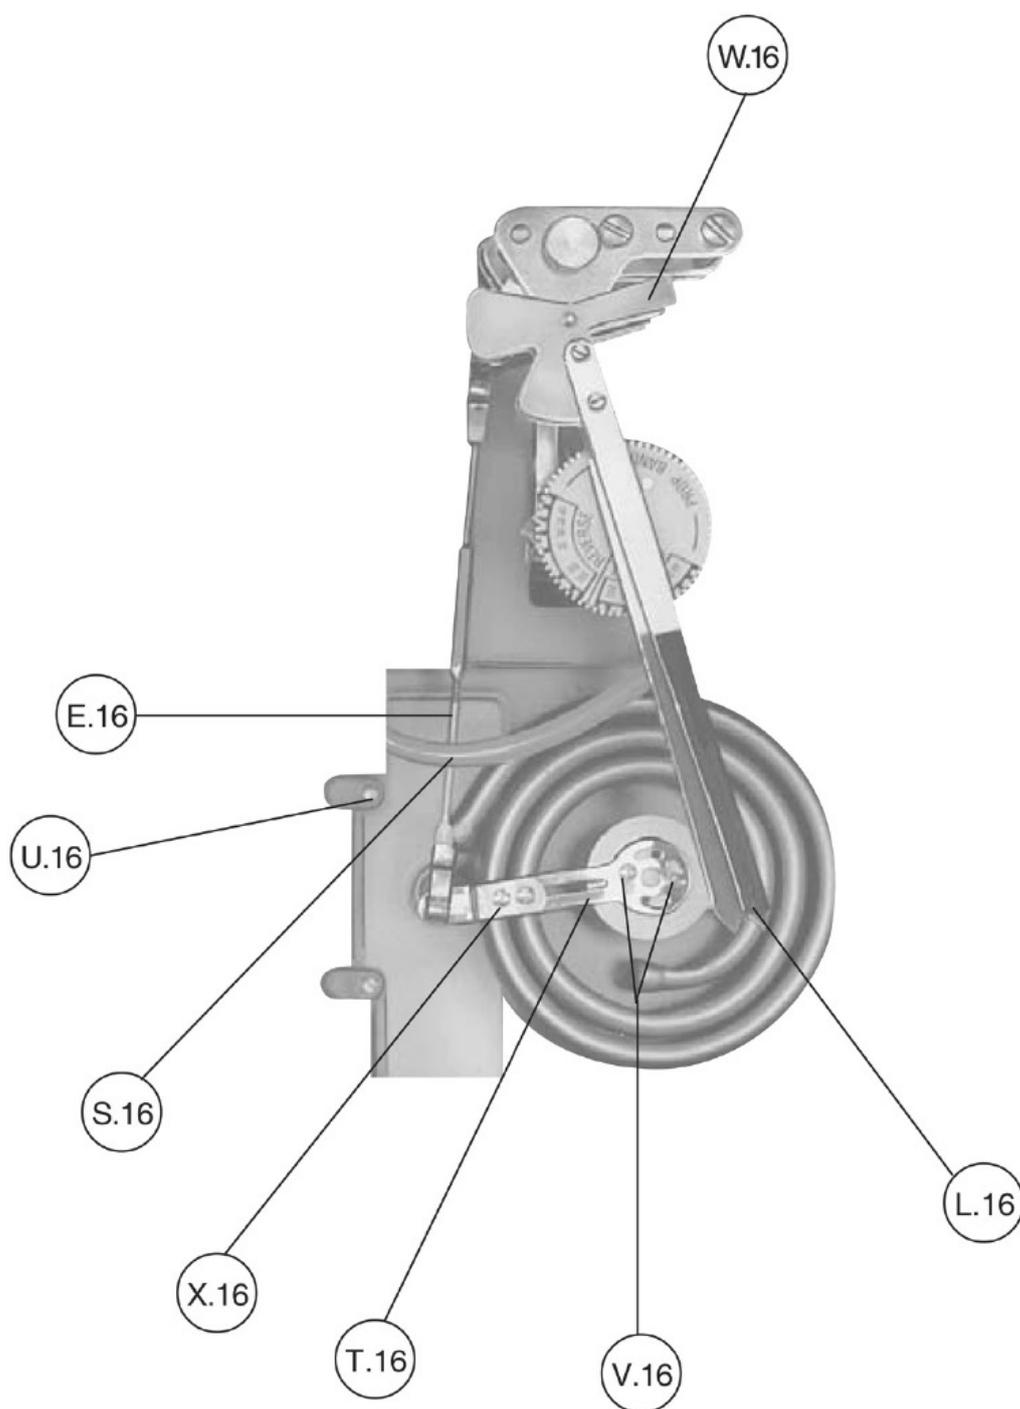
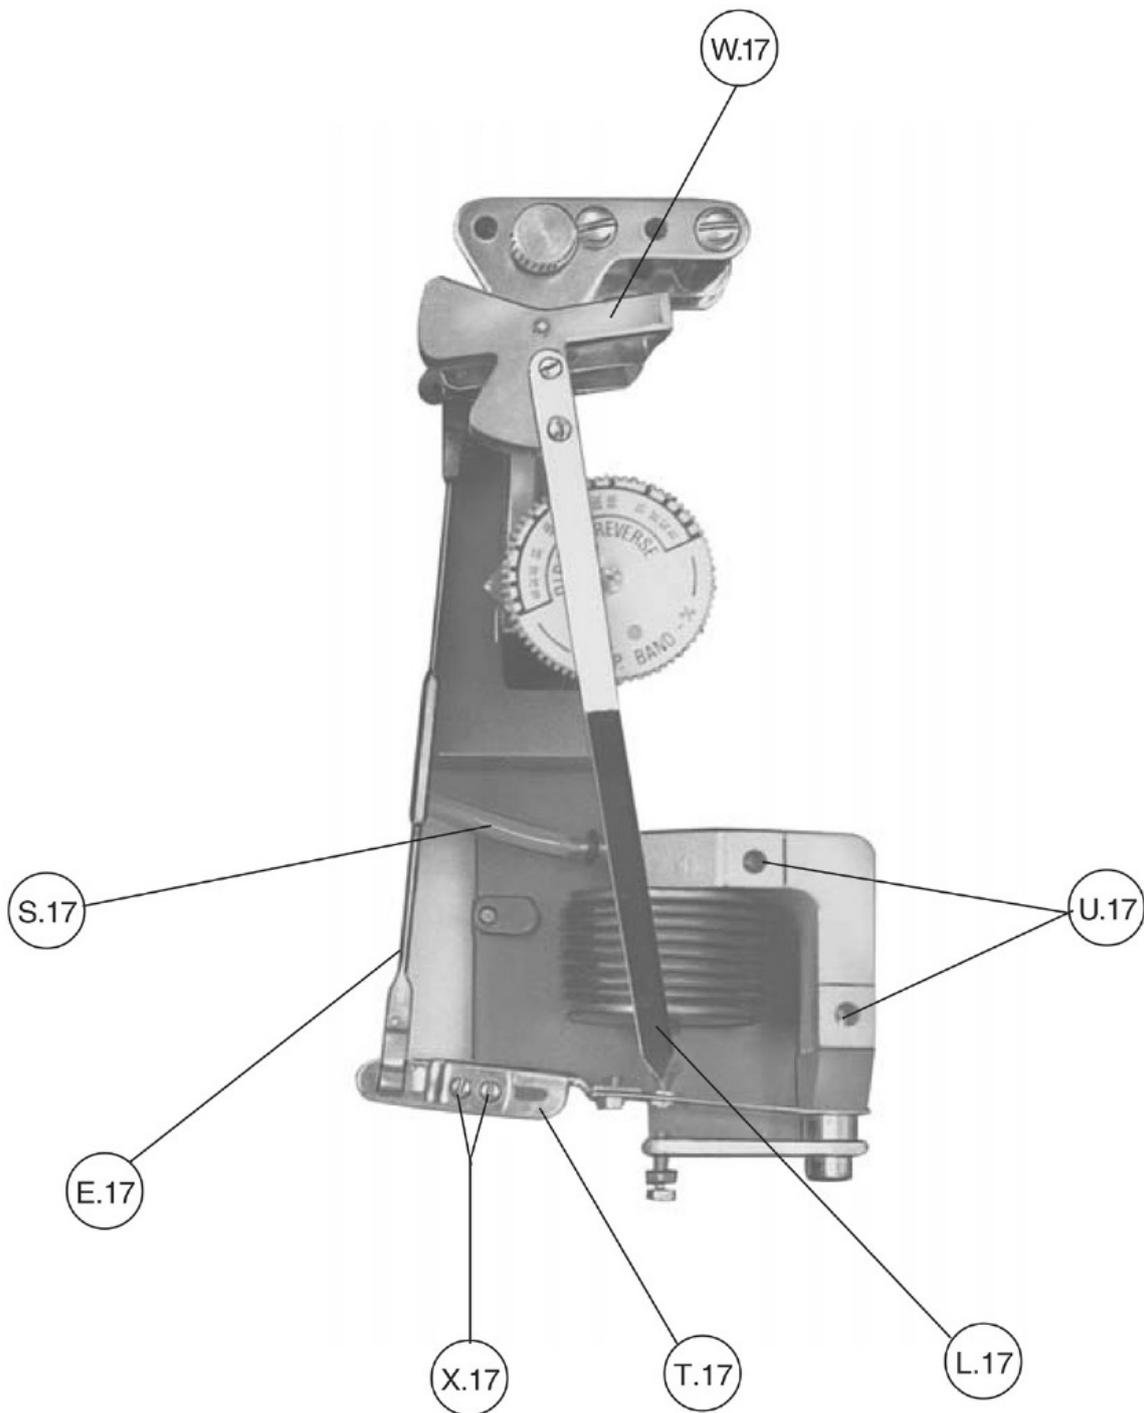

Fig. 16 - Élément de mesure avec ressort en spirale (manométrique ou thermométrique).
Fig. 17 - Elément récepteur pneumatique.
Le remplacement devra dans tous les cas, être suivi par un contrôle et par une mise au point du système de mesure: les opérations à effectuer sont décrites aux paragraphes suivants. Pour le remplacement l'on procédera comme suit. Voir fig. 16 pour les spirales manométriques ou thermométriques et fig. 17 pour les éléments récepteurs pneumatiques. Après avoir desserré les deux vis de fixation enlever le cadran gradué de l'instrument.
Etant donné que le bras du levier (W) est fixe, l'on devra agir sur la longueur du bras (T) en procédant comme décrit. Si l'élément de mesure est du type à spirale manométrique ou thermométrique, se référer fig. 16 et s'il est récepteur pneumatique voir fig. 17.